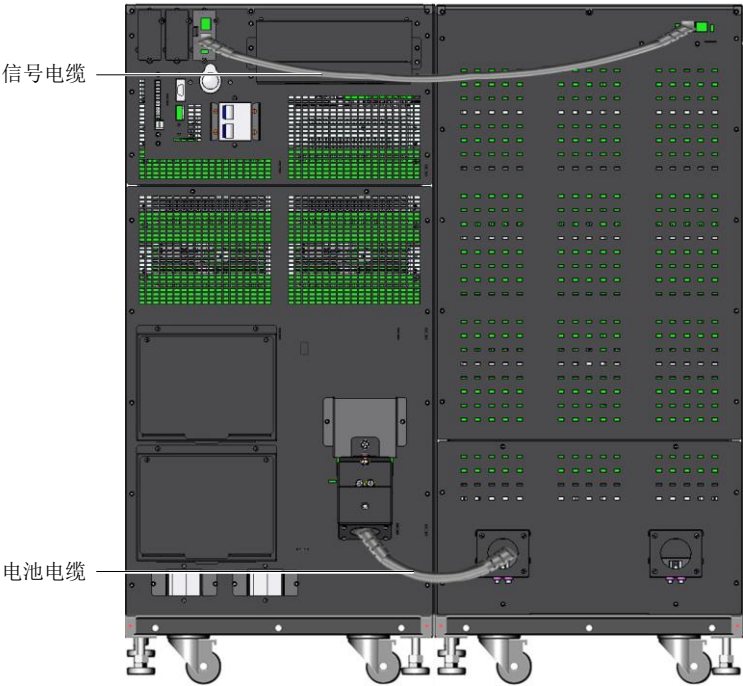

图2-24 连接外置电池箱
1. 将电池电缆的一端插入 UPS 后部的外部电池接口，另一端插入外置电池箱后部相应的接口，如图 2-24 所示。
3. 将一个 IBC 卡（EBC 卡）插入 UPS 后部的任一智能卡插槽，然后将信号电缆的一端与该 IBC 卡（EBC 卡）相连，另一端与外置电池箱后部的 RJ45 接口相连，如图 2-24 所示。